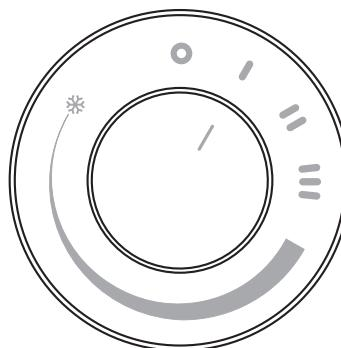

fig. 2
- Per attivare la funzione POTENZAMINIMA, ruotare la manopola in modo che il riferimento "I" sia allineato al simbolo "I" sul pannello comandi (fig. 2).
- *To activate MINIMUM POWER function, turn the knob so that reference mark "I" is aligned with the "I" symbol on the control panel (fig. 2).*